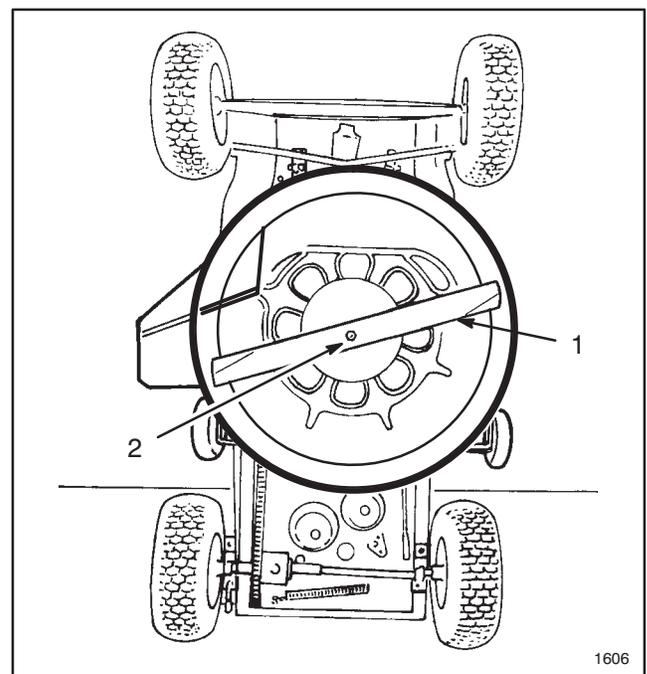

Abbildung 15
6. Das Ende des Messerbalkens mit umwickeltem Lappen oder mit einem schweren, wattierten Handschuh festhalten. Jetzt die Messerbalken-Befestigungsschraube, Unterlegscheibe und das Messer entfernen (Abb. 15).
9. Nacheinander Messer, Unterlegscheibe und Messerschraube wieder anbringen (Abb. 15). Die Messerschraube auf 45-60 ft-lb (61-81 Nm) anziehen.
6. Schnittgut und Schmutzrückstände mit einem Gartenschlauch von der Unterseite des Mähwerks abwaschen (Abb. 15). Alle durch das Wasser nicht entfernten Rückstände abkratzen; dann das Gehäuse nochmals abspritzen.